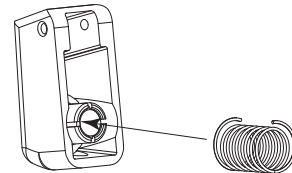

Figura 2
- Colocar el resorte, alrededor del imán (como se indica en la figura 2).